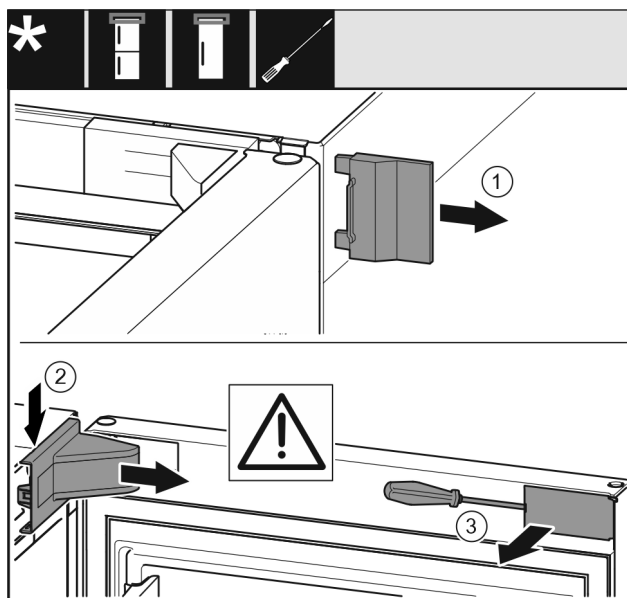

Fig. 12 *
- Snemite zunanji pokrov Fig. 12 (1).*
- Snemite in odstranite pokrov ležajnega podstavka Fig. 12 (2).*
- S ploščatim izvijačem sprostite zaslonko Fig. 12 (3) in jo obrnite na stran.*